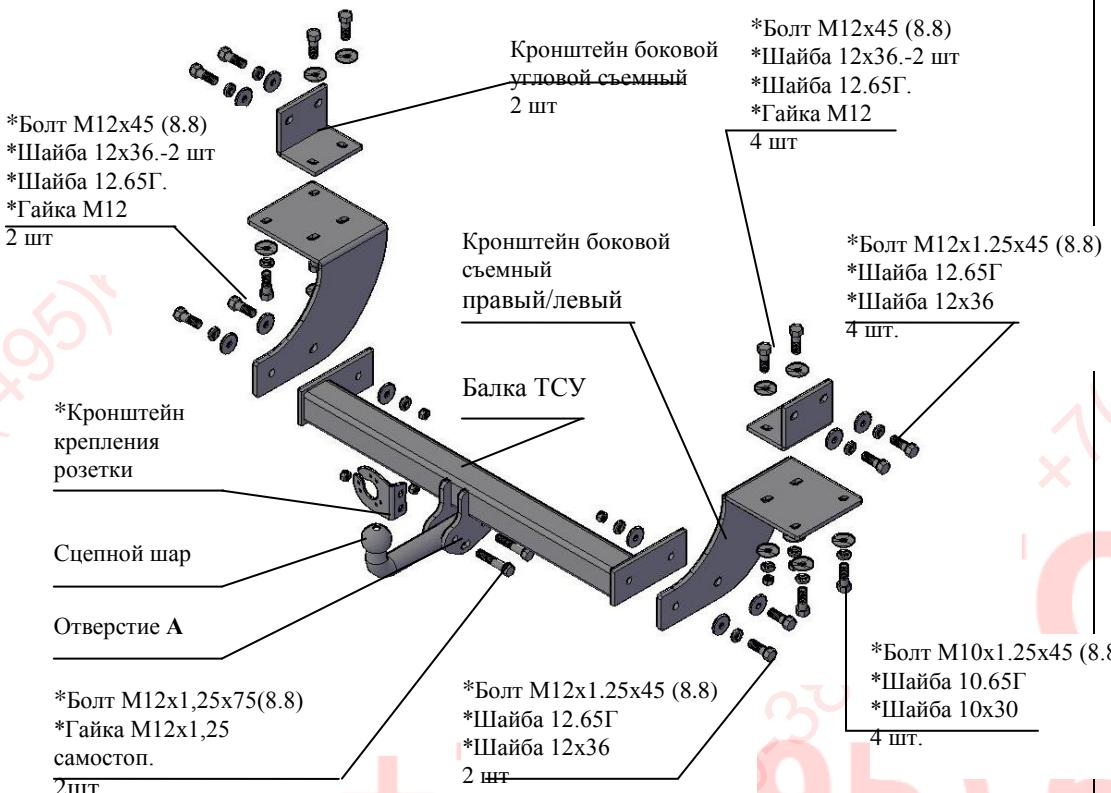

Рис.1 Тягово-сцепное устройство 9460
2.1 ТСУ 9460 в сборе (рис.1)	1 шт.
2.2 Пакет с комплектующими (см. рис.1)	1 шт.
4.3 Установить боковые съемные кронштейны ТСУ (правый и левый соответственно рис.1) к нижним полкам лонжеронов а/м, закрепить болтами M10x1,25x45, (используя приварные гайки), под головки болтов подложить шайбы 10.65Г и шайбы 10x36\_ Крепеж не затягивать.